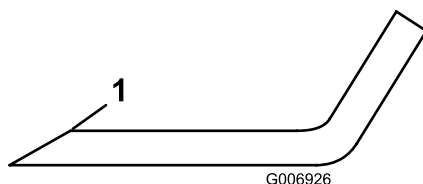

Рисунок 65
5. Осмотрите режущие кромки всех ножей. Заточите режущие кромки, если они затупились или выщерблены. Для наилучшего результата затачивайте только верхнюю сторону режущей кромки и сохраняйте первоначальный угол заточки (Рисунок 65).
6. Если нож затупился или имеет зазубрины, заточите только верхнюю режущую кромку, сохраняя первоначальный угол заточки (Рисунок 65).